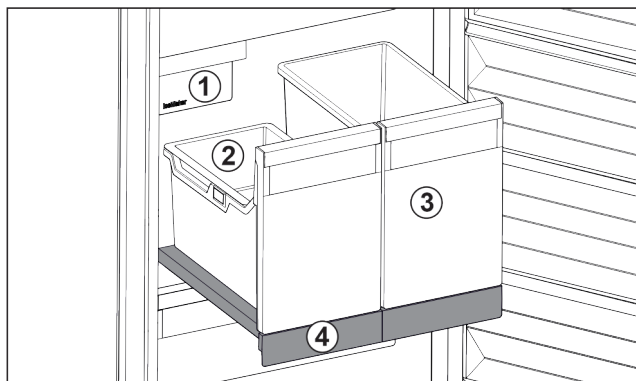

Fig. 93 Vyťahovacia polička s IceTower
Na vyťahovacej poličke sú dve vysoké nádoby (IceTower). V nádobe Fig. 93 (2) sa hromadia a skladujú kocky ľadu z IceMaker. Nádobu Fig. 93 (3) sa hodí na skladovanie vysokých potravín, ako sú pizze alebo alkoholické nápoje.